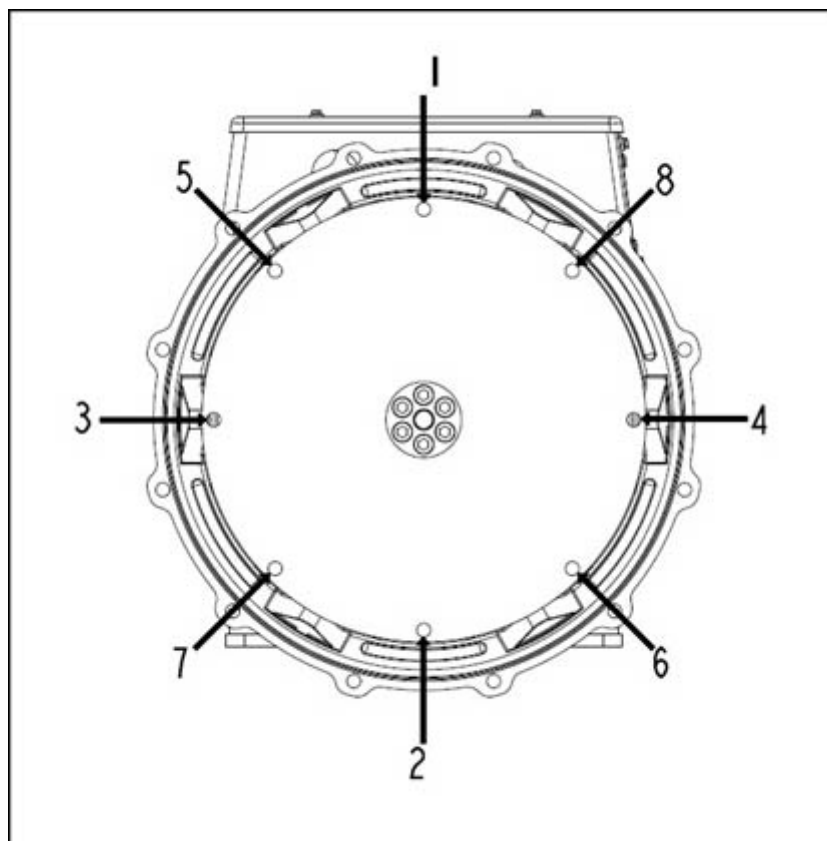

РИС. 23. ПОСЛЕДОВАТЕЛЬНОСТЬ КРЕПЛЕНИЯ К МАХОВИКУ
10. Затяните болты крепления диска муфты к маховику, соблюдая последовательность, указанную в Рис. 23 на стр. 45.